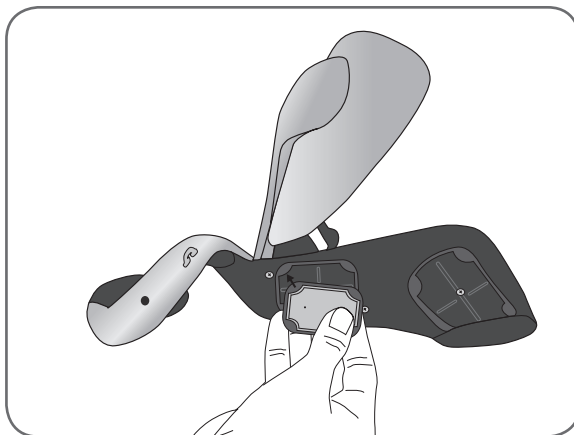

Ilustración 6-23: Cómo insertar el electrodo de tela n.º 5 en la base del electrodo n.º 5.
5. En el caso de los electrodos de tela n.º 1, 2, 4 y 5, coloque el punto blanco del electrodo de cara a la base. Inserte las esquinas de los electrodos de tela en las bases de los electrodos. Consulte la Ilustración 6-23.